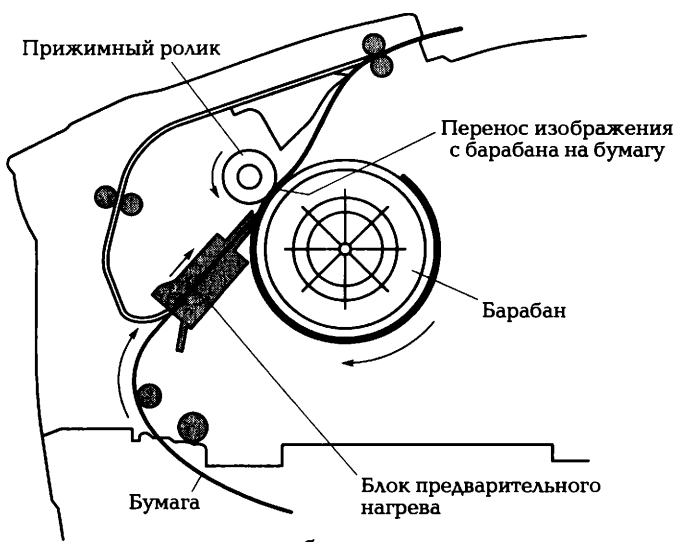

Рис. 7.6. Принцип работы твердочернильного принтера:
*Твердочернильные принтеры (Solid Ink Printers).* В таких принтерах краситель представляют собой твердые кубики, цвет которых соответствует модели СМУК. Принцип работы твердочернильного принтера проиллюстрирован на рис. 7.6. Каждый кубик находится в собственном отделении. Чернила расплавляются и подаются в печатающую головку, которая представляет собой блок сопел, например по 112 на каждый цвет, снабженных пьезоэлементами. При срабатывании пьезоэлемента капля расплавленных чернил попадает на барабан. Нагревание твердых чернил до вязкого состояния происходит один раз, в начале рабочего цикла, что позволяет сократить время вывода первого отпечатка. Капли создают изображение на алюминиевом барабане, с которого оно полностью переносится на бумагу. Ширина печатающей головки равна ширине листа и на каждый дюйм длины приходится порядка 18-ти сопел каждого цвета. Для обеспечения высокого разрешения головка с помощью специального механизма движется вдоль поверхности барабана на величину, равную расстоянию между двумя соседними соплами. Как только 25...30 % изображения нанесено на барабан, начинается подача листа бумаги для переноса цветного изображения. Предварительно нагретый лист движется относительно головки, которая переносит на него краситель. Скорость печати в цвете доходит до 30 страниц формата А4 в минуту с разрешением до 1 200 dpi/2 400 dpi (в режиме FinePoint) при максимальной нагрузке до 85 тыс. страниц в месяц с качеством печати лучшим, чем у цветных лазерных принтеров начального уровня.